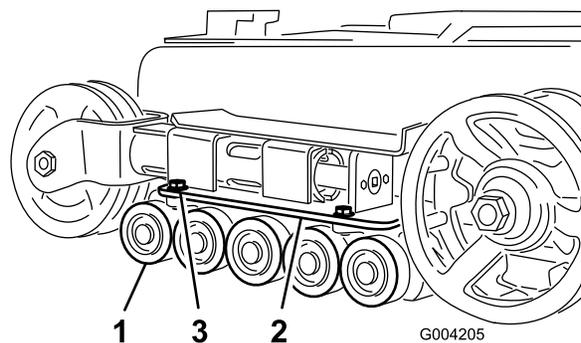

Рисунок 50
- Отвинтите 4 болта, которые крепят нижнюю направляющую каждой гусеницы, которая включает в себя опорные катки, и снимите их (Рисунок 50).